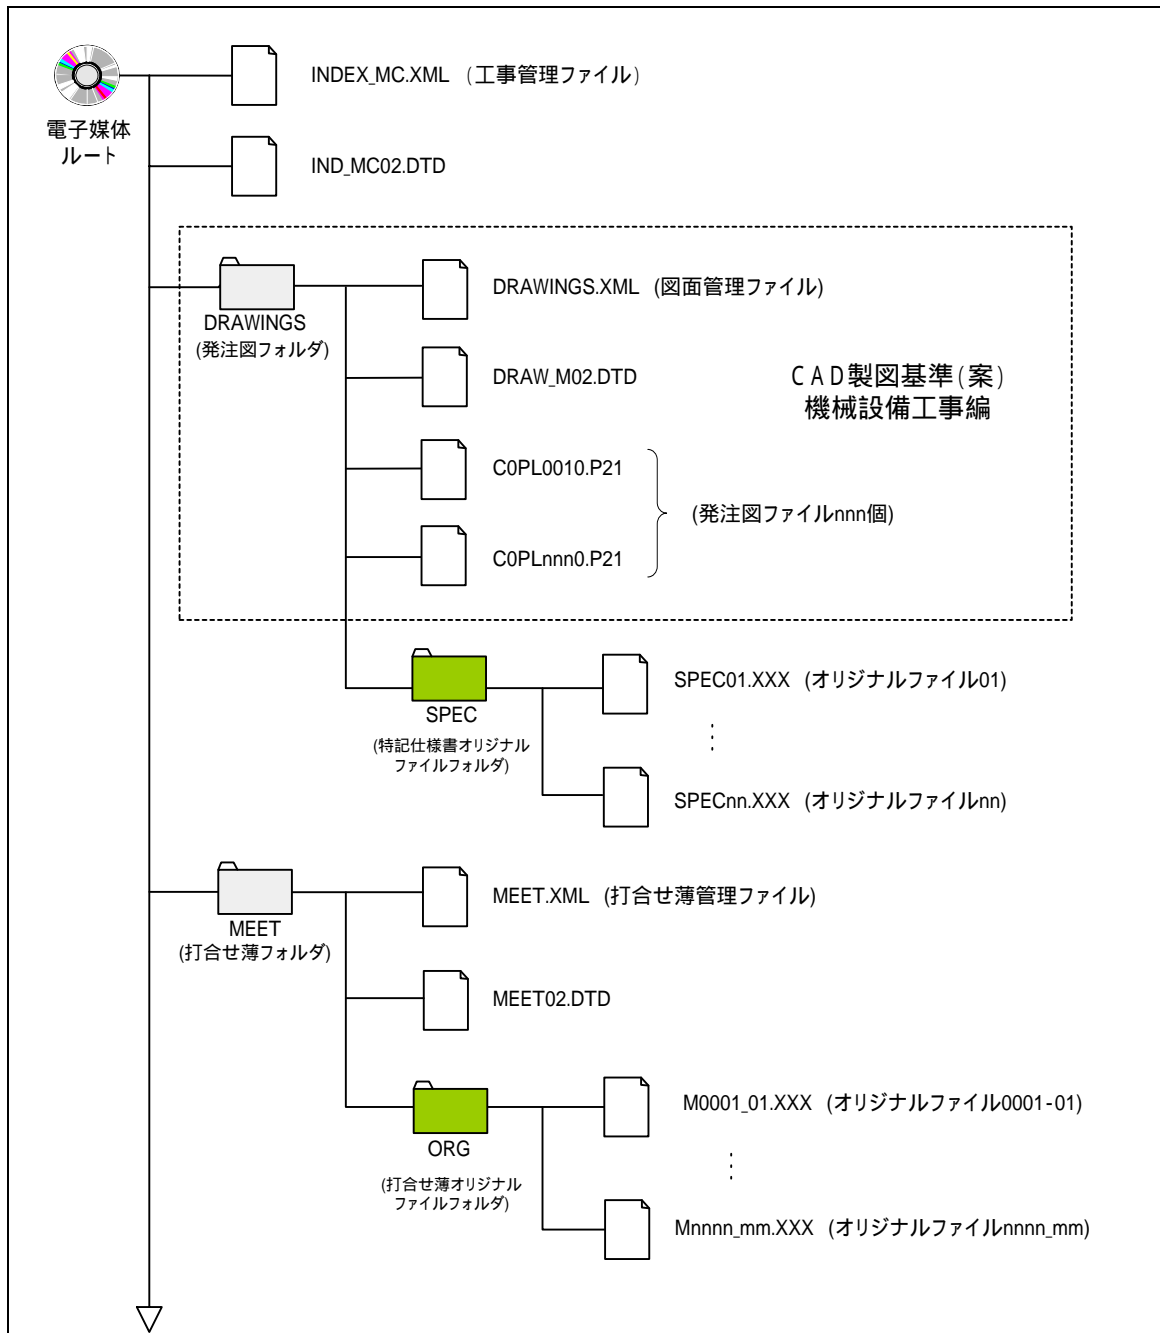
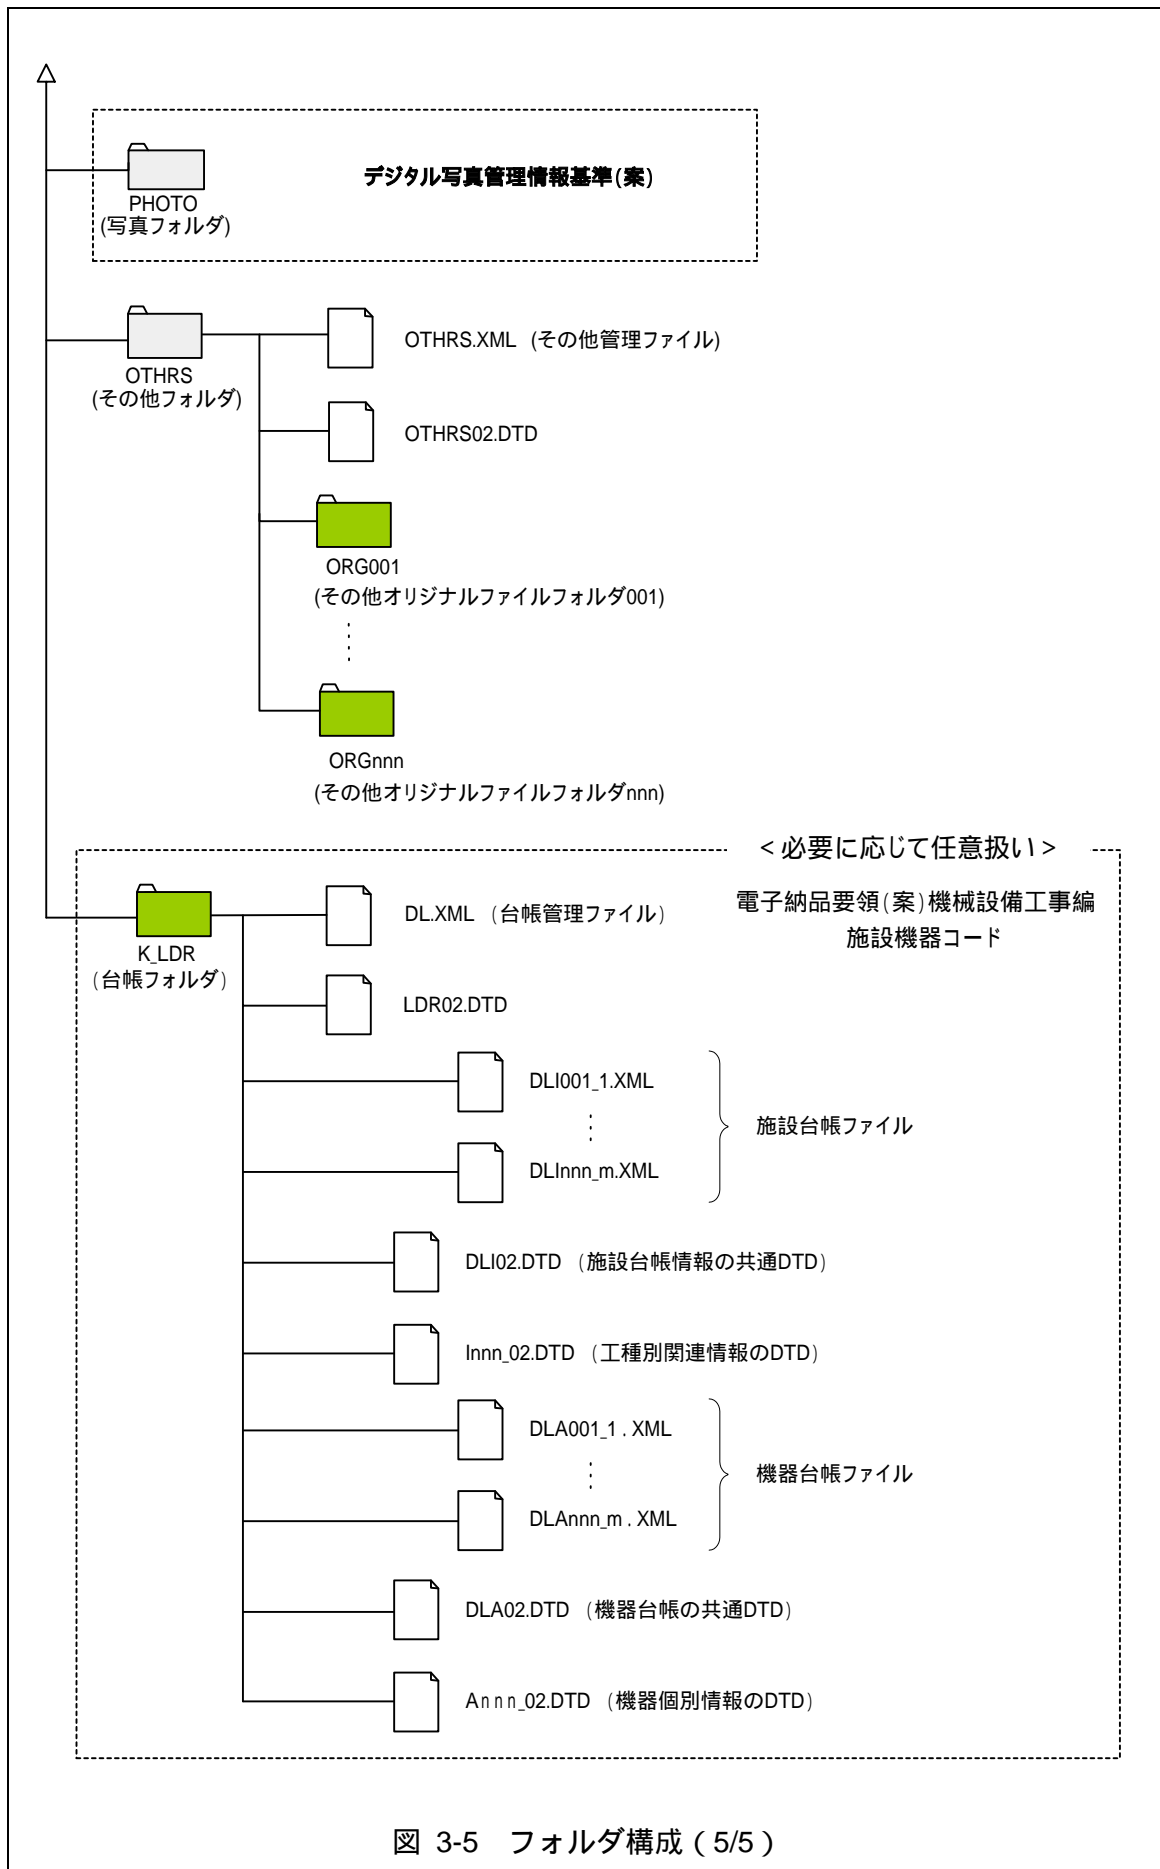

図 3-1 フォルダ構成 ( 1/5 )
図 3-5 フォルダ構成 (5/5)
電子的手段により引き渡される成果品は、図 3-1～図 3-5に示すフォルダ構成とする。
電子媒体のルート直下に「DRAWINGS」、「MEET」、「PLAN」、「DRAWINGF」、「K\_BOOK」、「PHOTO」、「OTHR」、「K\_LDR」のフォルダ及び工事管理ファイルを置く。各管理ファイルを規定する DTD 及び XSL ファイルも該当フォルダに格納する(図 3-1～図 3-5参照)。ただし、XSL ファイルの格納は任意とする。
- 図 3-1から図 3-5のフォルダの順番は、例示であり、表示の順番はこれによるものではない。